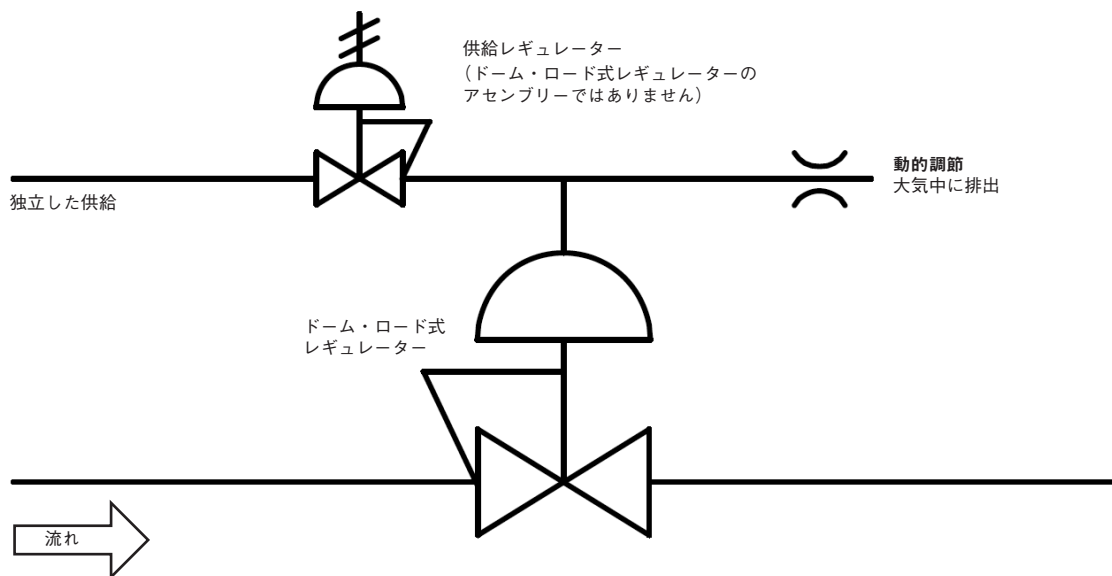

図 4
- **外部ドーム制御**：本セットアップでは、ドーム圧力は独立した供給源(ボンベやメイン・サプライなど)から供給されます(図4)。ベスト・パフォーマンスを引き出すには、パイロット・レギュレーターに少量の流体を連続的に流してください。流体はオリフィスを通して排出されます(図4)。これは一般的に**動的調節**と呼ばれます。本セットアップは、液体アプリケーションに適しています。